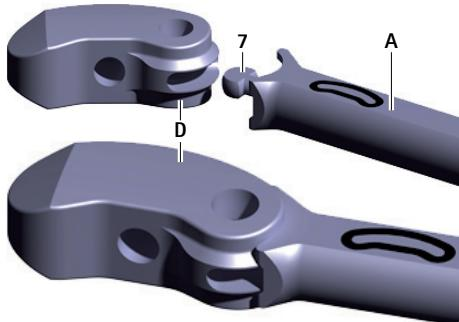

Fig. 2 Conectar o implante de ensaio no instrumento introdutor
- Conectar o implante de ensaio D no diedro 7 do instrumento introdutor A, ver Fig. 2. Ter em atenção o alinhamento do implante de ensaio (orientação por meio da inscrição no instrumento introdutor).